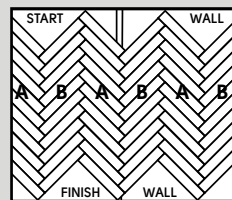

Fig. 8
9. Continuez la pose des lames « B ». Faire la même chose de l'autre côté de la rangée des lames « B » initiales avec des lames « A ». Terminez l'installation, en utilisant la même méthode tout en maintenant en place les cales de dilatation et en faisant attention à ce que le motif reste bien d'équerre (Figure 8).